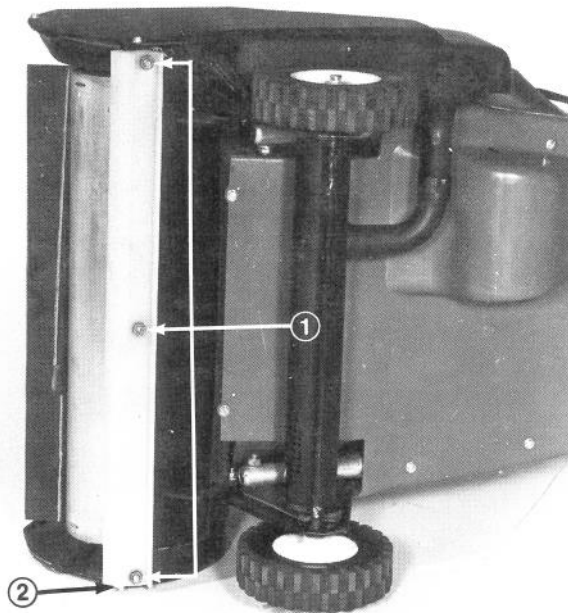

Abb. 12
3. Die drei Sicherungsmuttern und Schlossschrauben entfernen, mit denen die Schürfleiste unten am Rotorgehäuse befestigt ist (Abb. 12).
4. Die neue Schürfleiste mit drei Schlossschrauben und Sicherungsmuttern montieren (Abb. 12).